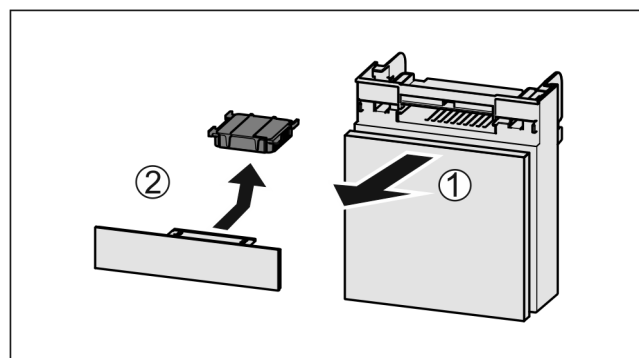

Fig. 125
► Fach nach vorne herausziehen Fig. 125 (1).
► Aktivkohlefilter entnehmen Fig. 125 (2).